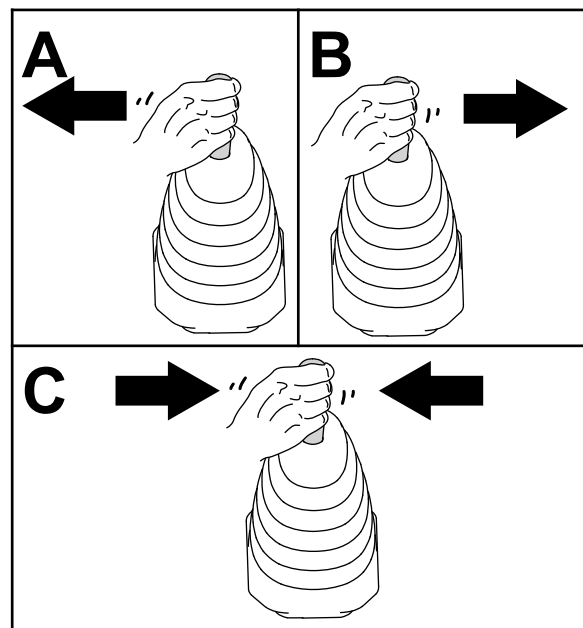

Bild 47
6. Bewegen Sie den Joystick des Laders nach links, rückwärts, und wieder zurück in die NEUTRALSTELLUNG, um den Druck an den Hydraulikkupplungen abzulassen (Bild 47).